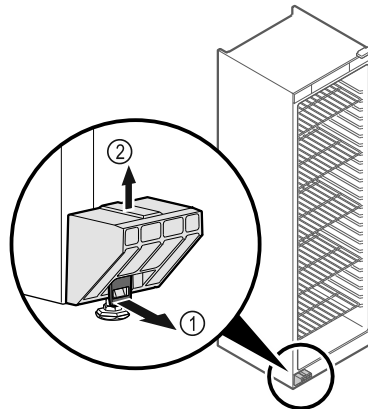

Fig. 5
- ▶ Vytáhněte sponu Fig. 5 (1) směrem dopředu.
- ▶ Vytáhněte transportní pojistku Fig. 5 (2) směrem nahoru.